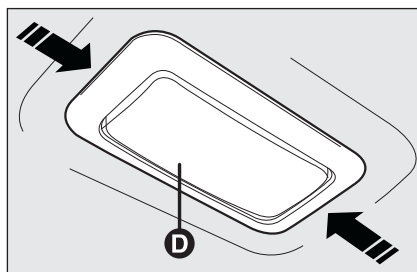
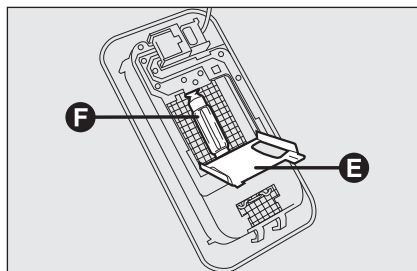
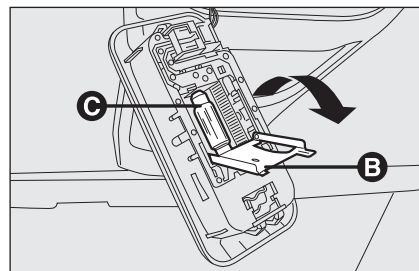

fig. 30
fig. 31
fig. 33
- ☐ intervenga en los puntos indicados por las flechas y quite la lámpara de techo **D-fig. 30**;
- ☐ abra la tapa de protección **E-fig. 31**;
- ☐ sustituya la lámpara **F-fig. 31** soltándola de los contactos laterales y asegurándose de que la lámpara nueva quede bloqueada correctamente entre los mismos contactos;
- ☐ cierre la tapa de protección **E-fig. 33** y vuelva a colocar la lámpara de techo **D-fig. 30** en su alojamiento asegurándose de que quede bloqueada correctamente.
- ☐ sustituya las lámparas **C-fig. 33** soltándolas de los contactos laterales asegurándose de que las lámparas nuevas queden bloqueadas correctamente entre los mismos contactos;
- ☐ vuelva a cerrar la tapa **B-fig. 31** y fije la lámpara de techo **A-fig. 30** en su alojamiento asegurándose de que quede bloqueada correctamente.